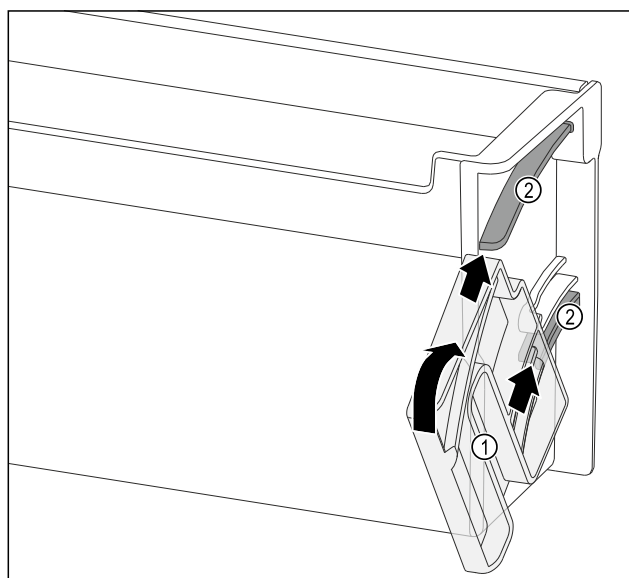

Fig. 128
- ▶ 定位旋转单元 Fig. 128 (1)，使槽正好与门边存放架的导向槽 Fig. 128 (2) 相对。
- ▶ 沿指定方向转动旋转单元 Fig. 128 (1)。